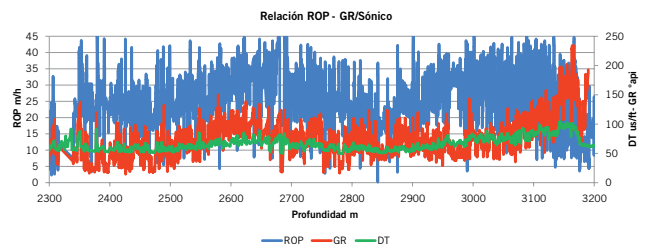
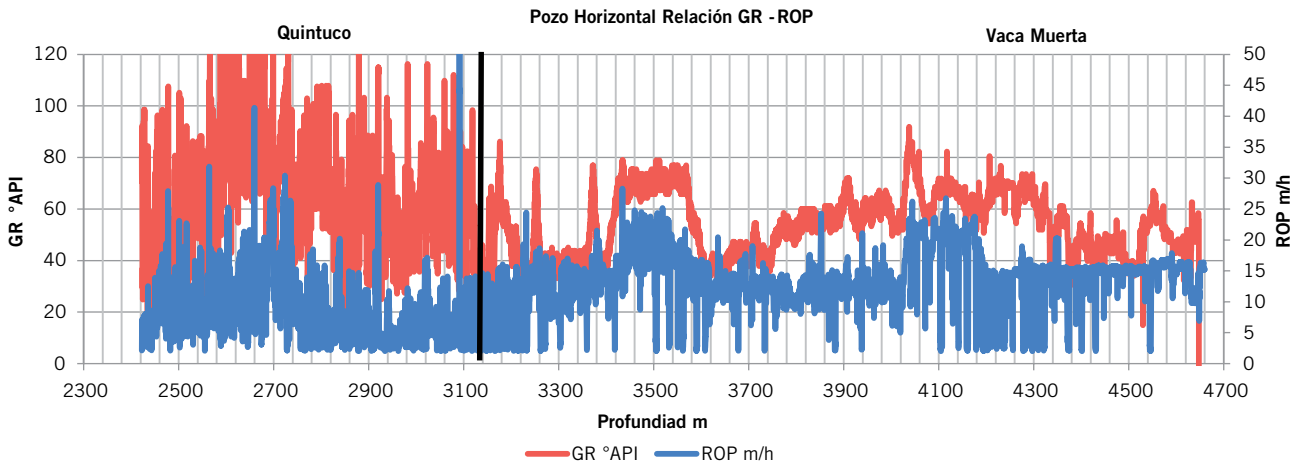

Figura 13. Relación ROP, GR y perfil sónico para fase aislación de LC.
Figura 14. Relación ROP y GR en un pozo horizontal de LC.
Otra evaluación realizada en este tramo fue relacionar las curvas de ROP, sónico de compresión (DT) y Gamma Ray (GR), como el ejemplo del campo Loma Campana que se muestra en la figura 13. Se corrobora que los cambios en el avance de penetración se corresponden con la respuesta del perfil sónico, pero también tienen una correspondencia con el perfil GR, incluso con mayor grado de correlación. Esto se debe al efecto mencionado de la composición litológica de la fm. Quintuco, ya que, en los tramos más arcillosos, las cuentas de API aumentan provocando una disminución en la resistencia de la roca, resultando en mayores tiempos de tránsito del perfil sónico. Es por ello que, si bien los registros de GR no son un indicador de dureza, en este campo se los puede considerar como una referencia de la resistencia de la roca. Esta respuesta natural de la formación otorga una ventaja significativa en el monitoreo de las operaciones, ya que las herramientas básicas MWD cuentan con medición de GR, no así la posibilidad de registrar un perfil acústico, que requiere una herramienta adicional en el conjunto direccional. En la figura 14 se muestra un ejemplo del comportamiento en un pozo horizontal con registro continuo de GR.